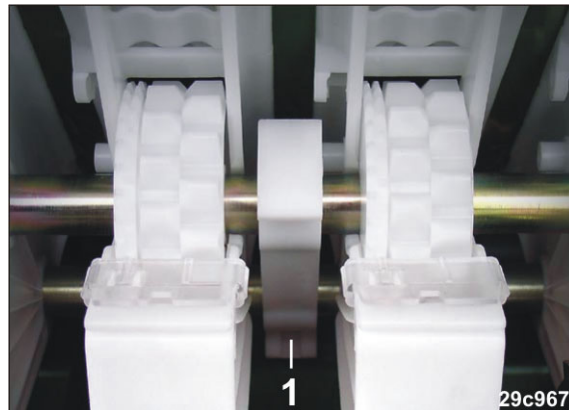

Fig. 133
3. Die Säuwellenandrucklager (Fig. 133/1) öffnen.